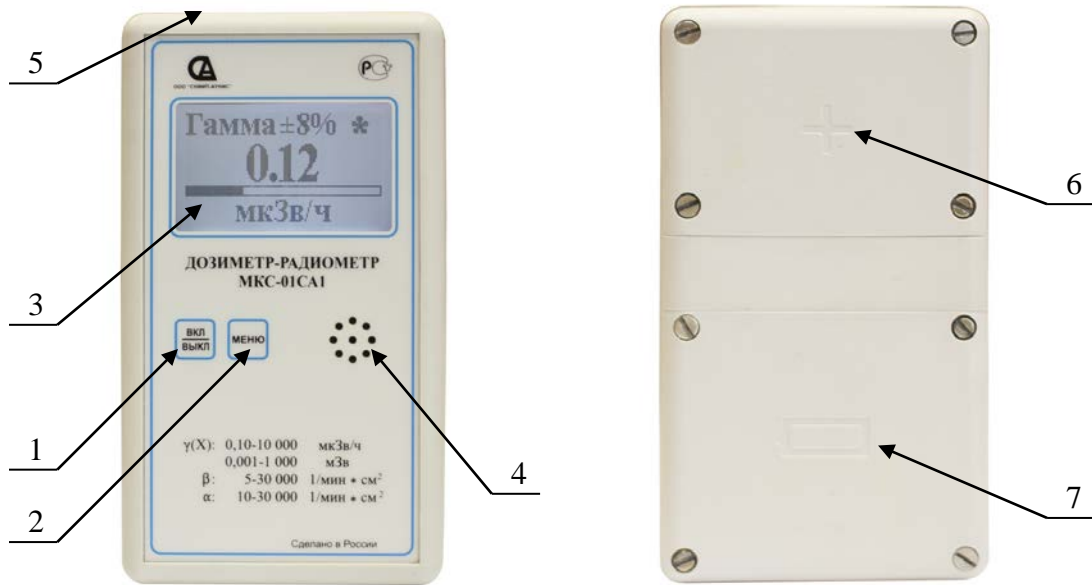

Рис. 1. Общий вид прибора MKC-01CA1
- открутите 4 винта крышки отсека питания (см. Рис. 1);
- извлеките силиконовую заглушку USB разъема, расположенную в верхнем торце прибора (см. Рис. 1);